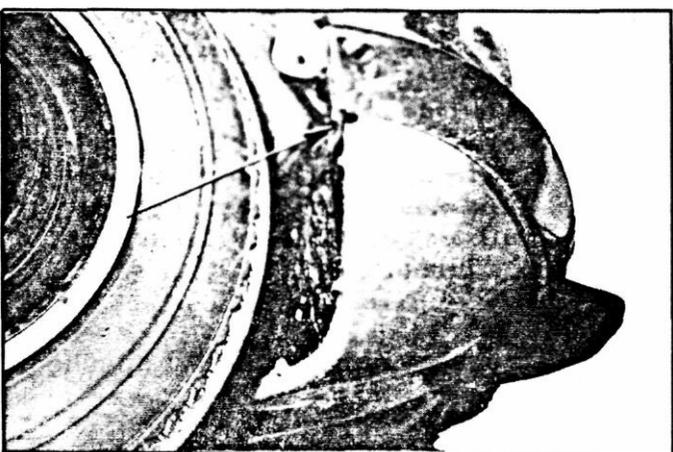

Abb. 23
16. Verkleidungsblech (Abb. 23)